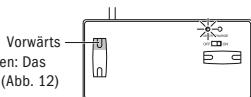

Abb. 12
1. Vorwärts-Taste drücken: Das U-Boot taucht vorwärts (Abb. 12)
1. Press forward button: The Submarine will dive forwards (fig. 12)